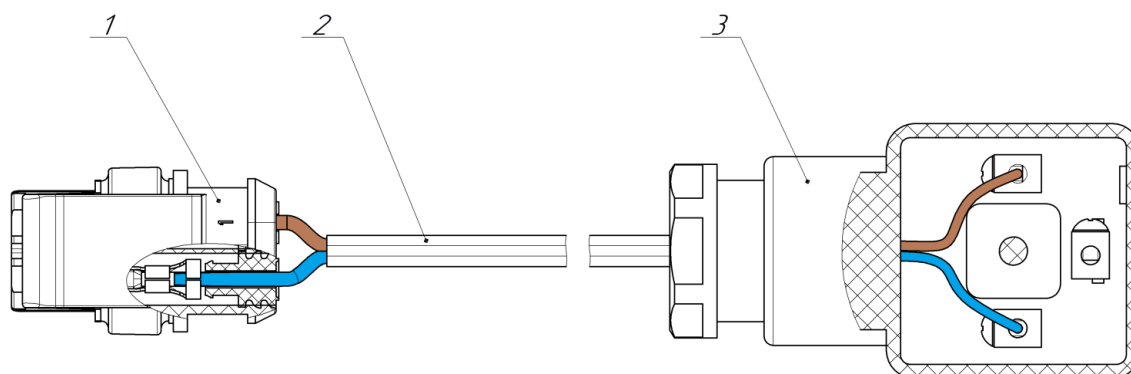

Рис. 3.18
3.3.5. Установить на конец жгута ② (рис. 3.18) розетку дивертора ③. Провода жгута необходимо подключить к параллельным контактам и надежно зафиксировать винтами.